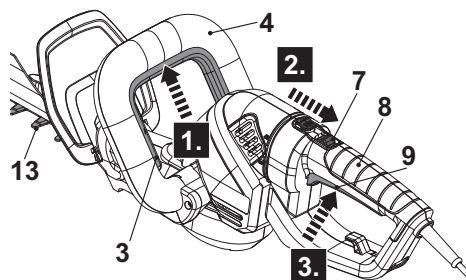

Fig. 8
1. Assegure que o dispositivo de corte (lâmina) (13) não toca em nenhum objeto. Remova a cobertura da lâmina (14) do dispositivo de corte (lâmina) (13) antes de ligar o produto.
2. Segure o produto com uma mão na pega dianteira (4) e a outra mão na pega traseira (8).
3. Aperte o interruptor de segurança (3) e mantenha-o em posição (Fig. 8, passo 1).
4. Primeiramente, puxe o botão de bloqueio para trás (7) para o libertar (Fig. 8, passo 2), depois aperte o interruptor de ligar/desligar (10) para ligar o produto (Fig. 8, passo 3).
5. Solte o interruptor de ligar/desligar (9) ou o interruptor de segurança (3) para desligar o produto.